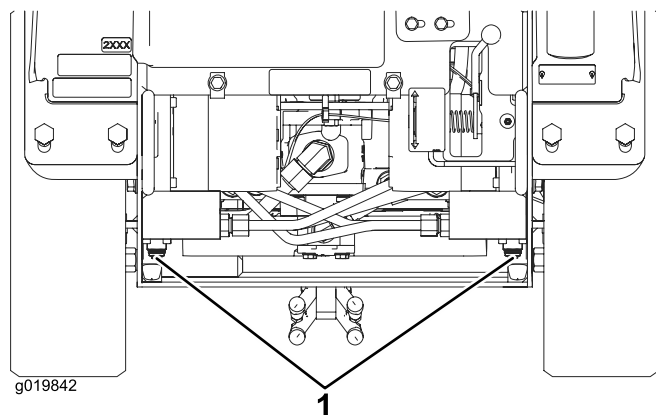

Figura 19
4. Utilizando uma chave de aperto, rode as válvulas de reboque nas bombas hidráulicas duas vezes no sentido contrário ao dos ponteiros do relógio (Figura 19).